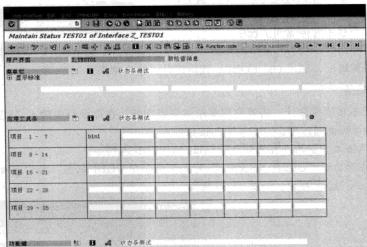
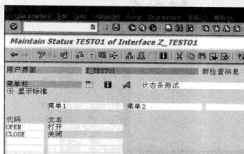

图 12-39 设置菜单栏
图 12-45 设置菜单栏
STEP 4 在弹出的界面中展开“应用工具条”，在“项目 1-7”的第 1 个栏目中输入“BIN1”后双击，如图 12-39 所示。
STEP 1 在图 12-39 中单击“菜单栏”后将其展开，输入主菜单名称后双击，然后输入相应的菜单项，如图 12-45 所示。